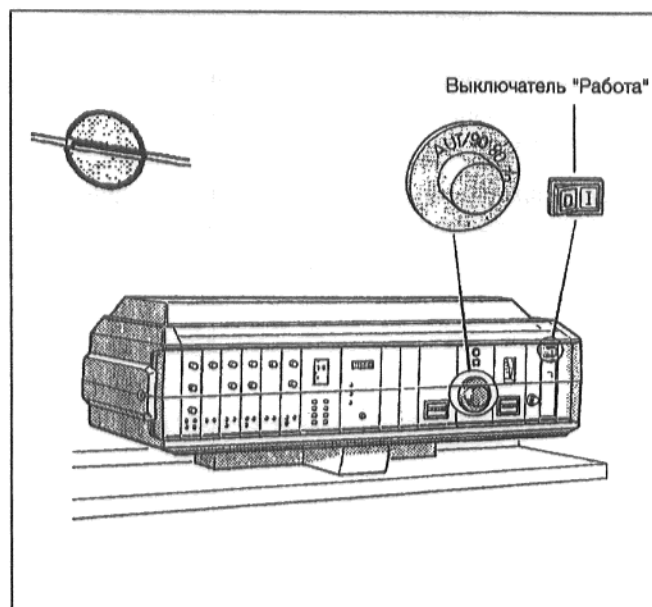

Рис. 43
- **Только для HS 3320/21:** Перевести шлиц винта прозрачной крышки устройства регулирования (Рис. 43) в горизонтальное положение, например, с помощью монеты. Снять прозрачную крышку, подав ее вперед.
- Выключатель "Работа" (Рис. 43) устройства регулирования установить в положение 0.